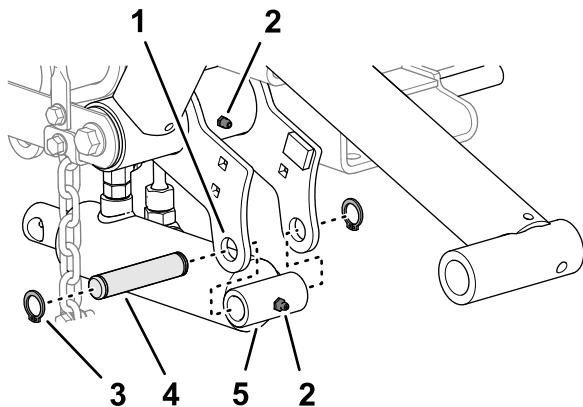

图 12
- 使用安装销和 2 个卡环将油缸组装到法兰上 图 12。
- 在提升臂和液压油缸的黄油嘴上涂抹 2 号锂基润滑脂 图 12。
- 将提升油缸的帽端与左提升臂法兰中的孔对齐 图 12。